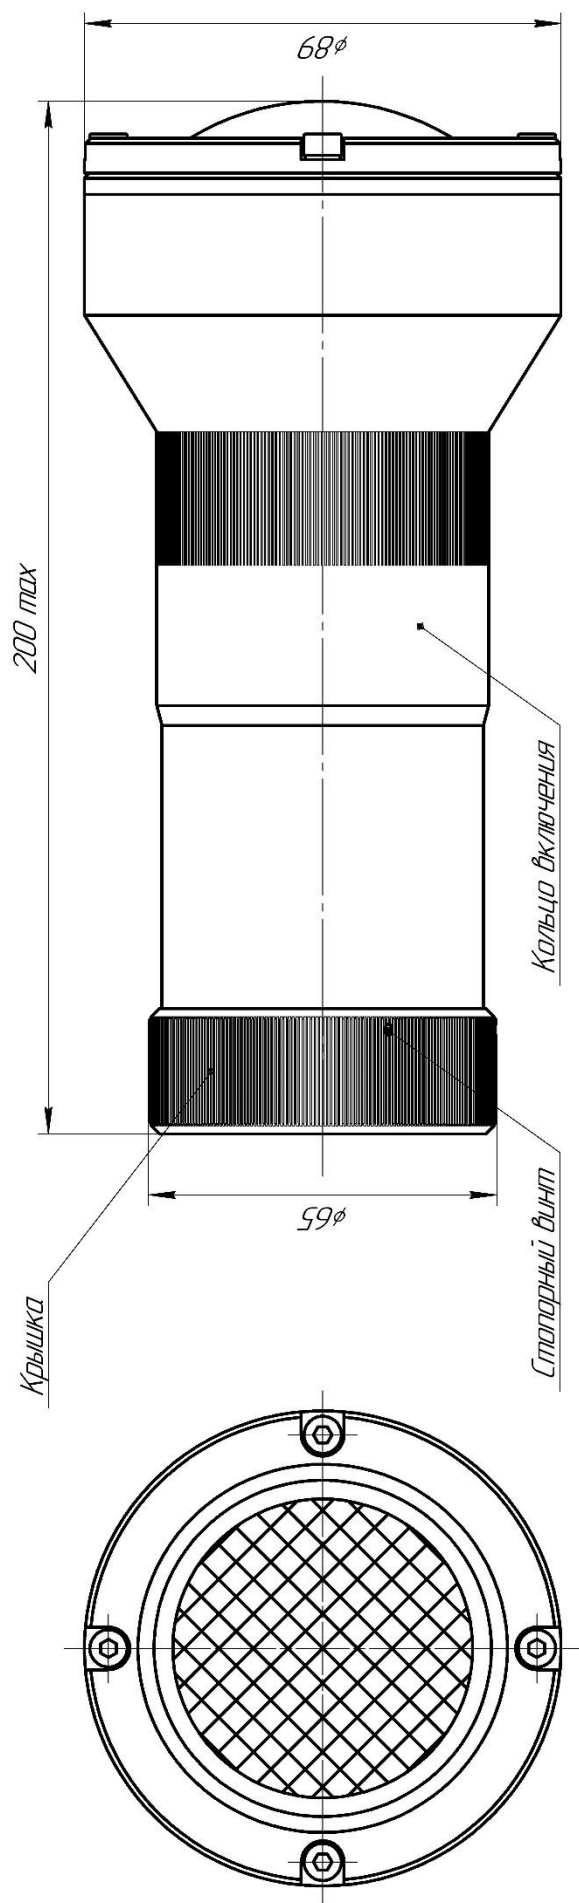

Рисунок 1 - Общий вид тестового фонаря
- с помощью ключа шестигранного 1,5 мм, входящего в комплект поставки, выкрутить стопорный винт крышки ФТ (см. рисунок 1);